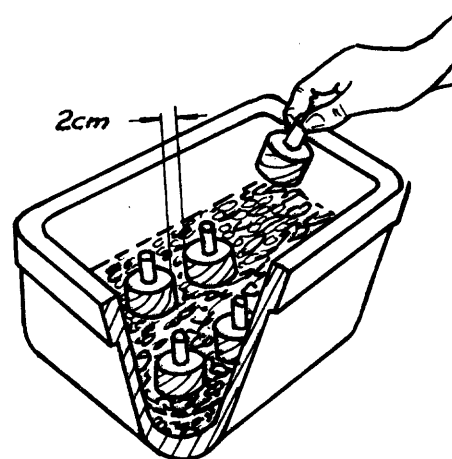

Fig. 2
- ___ b Coloque las piezas en la caja, distanciándolas una de otra, dos centímetros aproximadamente (fig. 2).